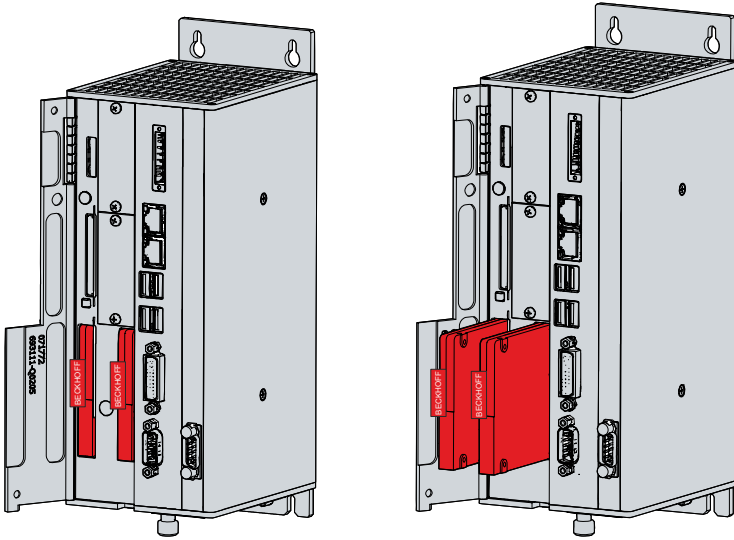

Abb. 27: Austausch SSD
1. Ziehen Sie die SSD kräftig an dem hervorstehenden Beckhoff-Aufkleber aus dem PC heraus (siehe Abb. 27).